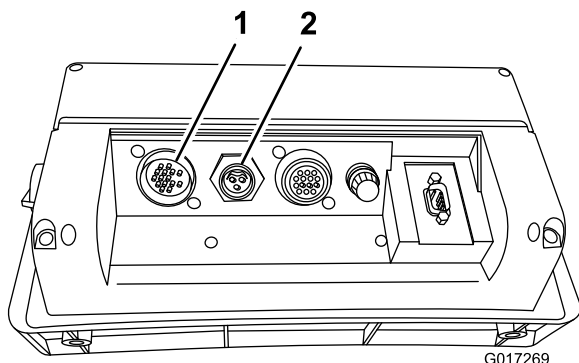

図 3
6. ケーブルのラインを、コンソールコンピュータ背面のそれぞれの入力部に接続し図 3、ロッキングリングで接続を固定する。